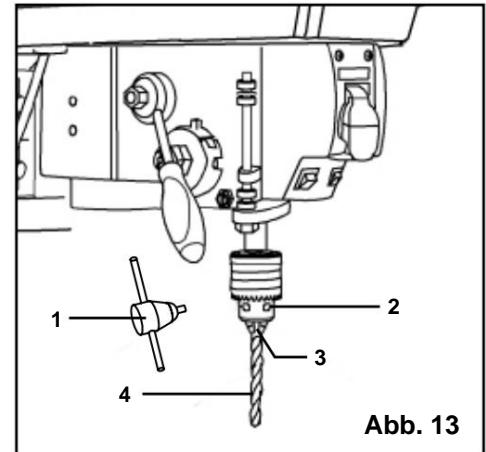

Abb. 13
INSTALLATION EINES BOHRERS (ABB. 13)
1. Stecken Sie den Bohrfutterschlüssel (Abb. 13 - 1) in das seitliche Schlüsselloch des Bohrfutters (Abb. 13 - 2), sodass der Schlüssel in die Zahnräder eingreift.
2. Drehen Sie den Bohrfutterschlüssel gegen den Uhrzeigersinn, um die Bohrfutterbacken zu öffnen (Abb. 13 - 3).
3. Führen Sie einen Bohrer (Abb. 13 - 4) soweit in das Bohrfutter ein, bis die Spannbacken maximalen Halt am Bohrschaft erreichen.